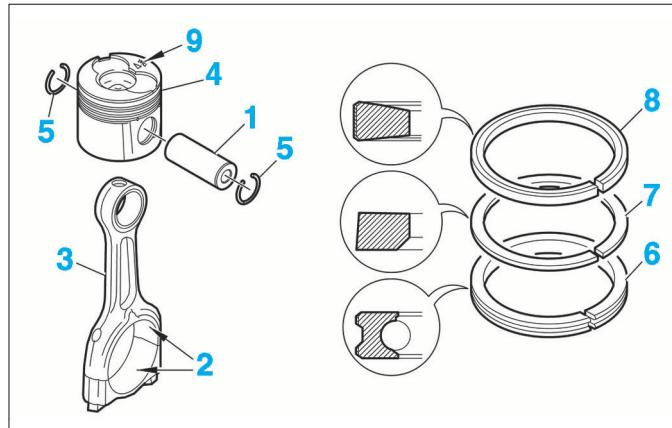

FIG. 68
- Effectuer l'assemblage de chaque ensemble bielle-piston, en huilant les axes (1) et le demi-coussinet (2) dans la tête de bielle (3). Utiliser des joncs d'arrêt neufs (5) (Fig. 68).
- Mettre en place chaque ensemble bielle-piston huilé et apparié dans le bloc-cylindres (ensemble n°1 côté volant moteur) et orienter l'empreinte (4) des soupapes côté pompe haute pression (repère 9) vers la distribution) (Fig. 68).